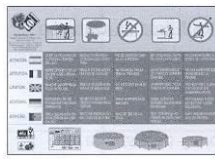

fig.30
- Placez l'autocollant de sécurité sur la paroi de la piscine dans un endroit visible par exemple à côté l'échelle (fig. 30 et 31).